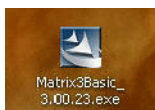

Рис. 3
3. Нажмите дважды на значок Matrix3Basic.exe (Рис. 3).